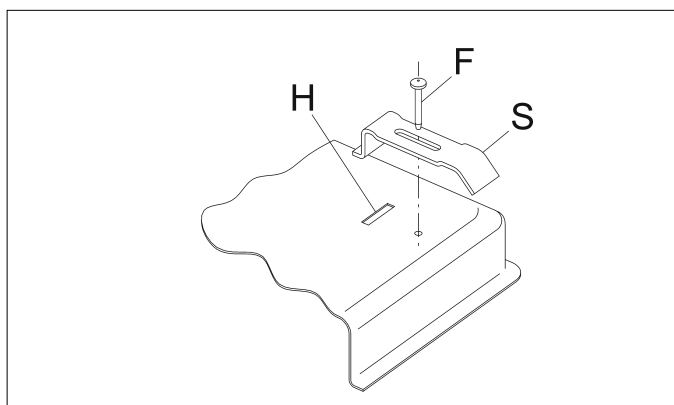

ABB. 10
- Drehen Sie das Kochfeld um und positionieren Sie die Blende "E" (Abb. 10) richtig unter der Kante des Tisches, so dass die Außenseite der Blende perfekt mit der Außenkante des Tisches übereinstimmt. Die Enden der Bänder müssen übereinstimmen, ohne sich zu überlappen.
- Schneiden Sie die überschüssige Spachtelmasse vorsichtig mit einem Werkzeug ab (Abb. 10 /B).
Fixieren Sie das Kochfeld mit den dafür vorgesehenen Befestigungsstücken "S", wobei Sie darauf achten sollten, dass der vorstehende Teil in den im Boden befindlichen Schlitz "H" eingeführt wird. Schrauben Sie die Schraube "F" fest, bis das Befestigungsstück "S" blockiert ist (siehe Abb. 10/A).